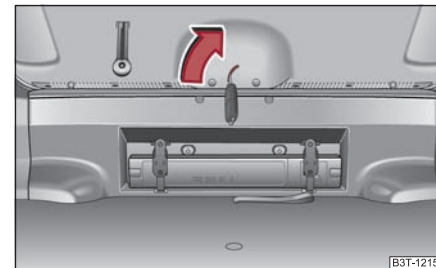

Abb. 47 Notentriegelung der Gepäckraumklappe
- Schieben Sie den Schlüssel in den Schlitz der Verkleidung bis zum Anschlag ⇒ Abb. 47.